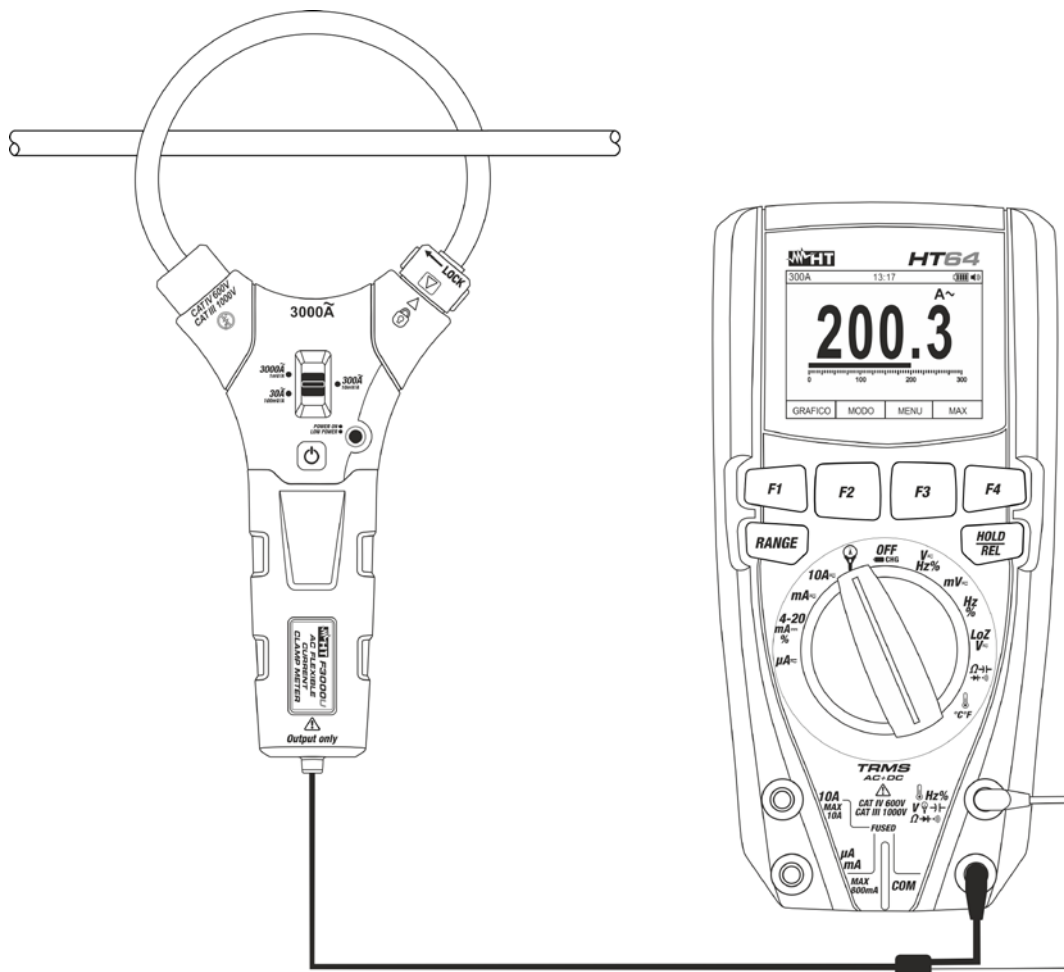

Abb. 4: Verwendung für die Messung von AC Strom zusammen mit Modell HT64
7. Öffnen Sie den flexiblen Stromwandler und umschließen Sie damit den Phasenleiter (siehe Fig. 4). Der Stromwert **in A** erscheint auf dem Display des Multimeters.